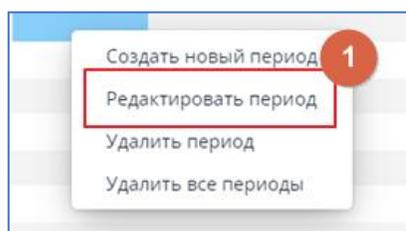

рис. 16.7. Изменение периода планирования ремонта
- Выбрать **Редактировать период** (см. рис. 16.7.).